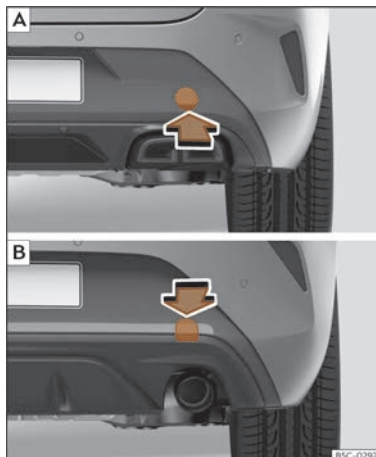

Abb. 221 Auf der rechten Seite des hinteren Stoßfängers: Abdeckung entfernen. **A** Leon Sportstourer; **B** Leon.
Die Abschleppöse wird in die hinter einer Abdeckung auf der rechten Seite des hinteren Stoßfängers befindliche Aufnahme eingeschraubt >>> (Abb. 221).
- *Leon Sportstourer*: Auf den unteren Bereich der Abdeckung >>> (Abb. 221) [A] drücken, um die Verrastung zu lösen.
- *Leon*: Drücken Sie auf den oberen Bereich der Abdeckung >>> (Abb. 221) [B] und klinken Sie diese aus.
- Drehen Sie die Abschleppöse **entgegen dem Uhrzeigersinn** so fest wie möglich in die Aufnahme >>> (Abb. 221), >>> (Abb. 221). Verwenden Sie ein geeignetes Hilfsmittel, um die Abschleppöse festzuziehen.